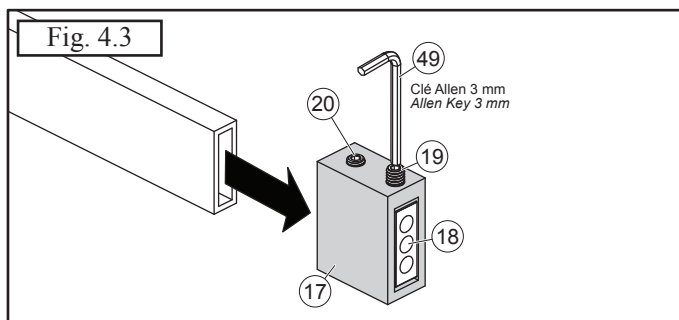

Fig. 4.3
Toujours orienter les vis de pression vers le haut et positionner celle qui est située le plus près du bord du connecteur vers une extrémité (fig. 4.3).
Glisser le connecteur du côté de l'ouverture (fig. 4.3).
*Always put the set screws on the top and position the set screw, which is located nearest to the edge of the connector, towards an extremity (fig. 4.3).*
*Slide the connector on the opening side (fig. 4.3).*